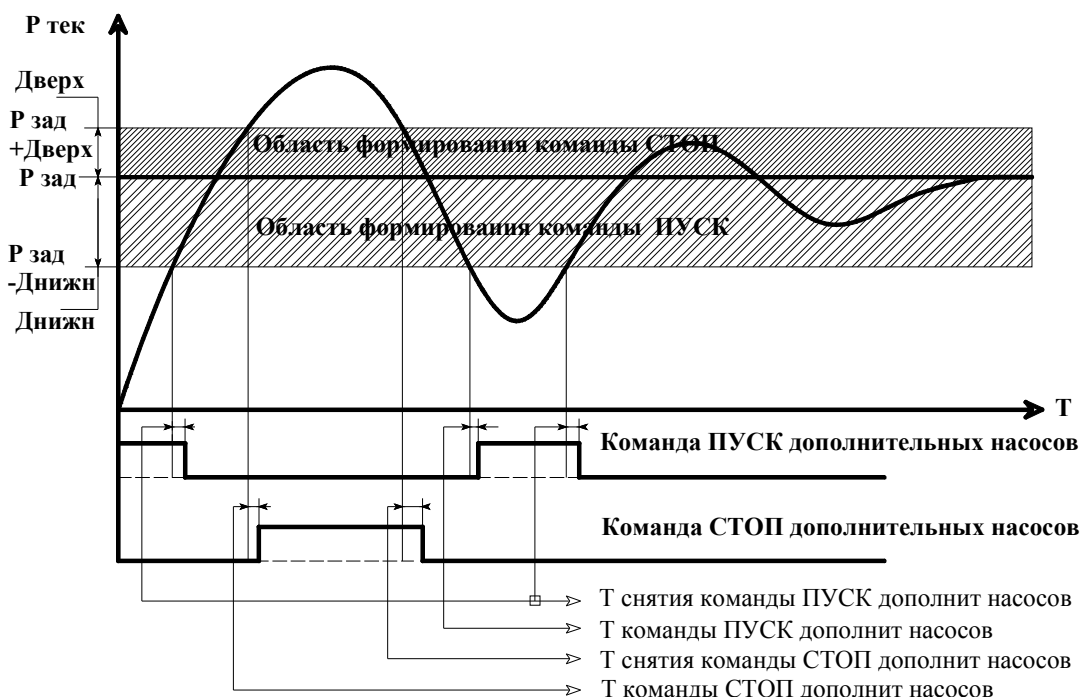
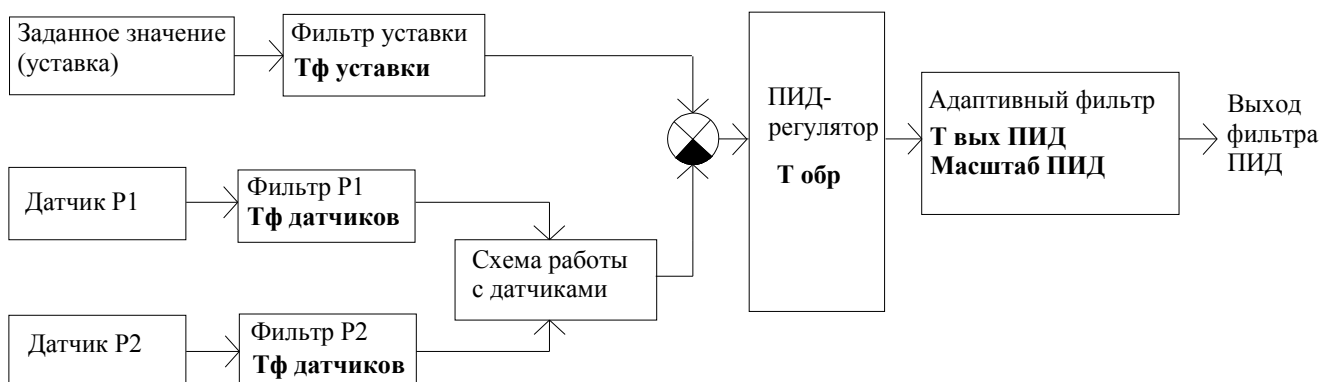

Рис. 4.2. Формирование команд ПУСК/СТОП
Рис. 4.6. Структура ПИД-регулирования
давления, до достижения которого в систему выдается команда на пуск дополнительного насоса (рис.4.2).
**Отключение дополнительных насосов.** При повышении давления относительно заданной уставки на значение «Дельта верх» (рис. 4.2.) БУК выдаст команду на отключение дополнительных насосов (при работе более одного насоса). При этом сначала отключается первый включенный в работу в автоматическом режиме насос, затем через программируемое время – второй включенный в работу и т.д. Такой алгоритм отключения насосов обеспечивает равномерную выработку их ресурса.
**Условие выдачи команды СТОП:** текущее значение регулируемого параметра больше значения  $R_t > R_{зад} + \Delta_{верх}$ . При превышении регулируемым параметром данного значения команда СТОП формируется через программируемый интервал времени (рис. 4.2).
Схема построения и параметры фильтров ПИД - регулятора приведены на рис. 4.6. Для параметрического программирования доступны:
Точка **А** лежит ниже уровня формирования команды ПУСК  $R_{\text{зад}}-\Delta P_{\text{н}}$  (рис. 4.2). При пуске дополнительного насоса и переходе регулируемого насоса на минимальную частоту вращения (характеристика  $P(Q)_{\text{макс}}$ ) уровень давления, поддерживаемого системой из двух работающих насосов, переместится в точку **В**, лежащую выше уровня формирования команды СТОП  $R_{\text{зад}}+\Delta P_{\text{в}}$  (рис.4.6). После отключения дополнительного насоса и перехода регулируемого насоса на минимальную частоту вращения уровень давления переходит в точку **А**. При этом возникает последовательность коммутаций насосов, определяющая неустойчивое состояние системы.
Система по значениям  $T_{\text{мин н/в}}$  и  $T_{\text{макс н/в}}$  вычисляет значения интервалов времени  $T_{\text{выч в}}$  и  $T_{\text{выч н}}$ , по истечению которых формируются признаки ПУСК и СТОП (рис.4.2).